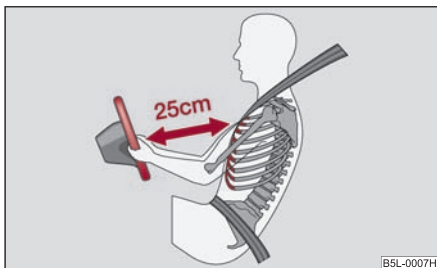

Fig. 143 Distancia de seguridad con respecto al volante
- El conductor se ha de mantener a una distancia mínima de 25 cm del volante $\Rightarrow$ fig. 143. Si no respeta la distancia mínima, el sistema de airbag no podrá protegerle - ¡Peligro de muerte!